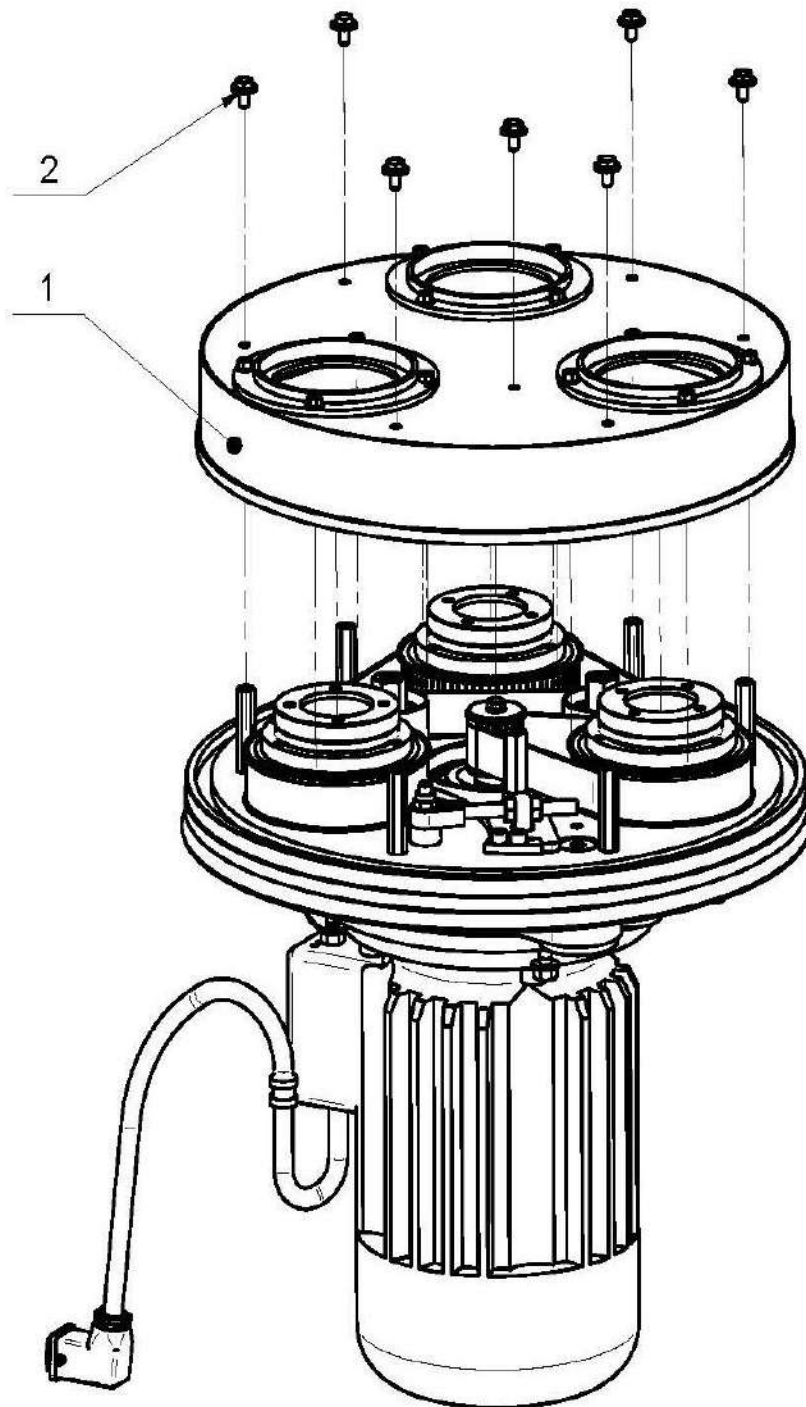

Figure 8.9.1
La transmission de la machine comporte une courroie dentée qui fait tourner les trois porte-outils. Pour changer la courroie, il faut retirer tous les porte-outils et les adaptateurs. Il y aura également des joints d'étanchéité à retirer. Vérifiez soigneusement l'usure des surfaces de frottement et remplacez-les si nécessaire. Pour retirer le couvercle inférieur (pos.1 Fig.8.9.1), dévissez les boulons (pos.2) sur la surface avant du couvercle. Lors du remplacement des courroies, il est recommandé de remplacer tous les joints (joints toriques et joint autour du couvercle).